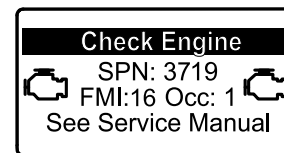

Bild 35
- Wenn eine geparkte Regenerierung erforderlich ist, wird im InfoCenter die Motorwarnung SPN 3719, FMI 16 (Bild 35) angezeigt, und der Computer verringert die Motorleistung auf 85 %.